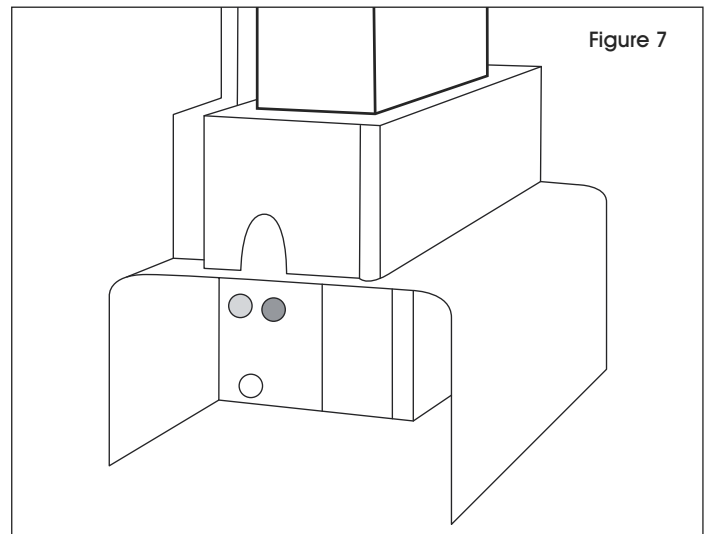

Figure 7
- Le voyant de charge s'allume. (Voir Figure 7)